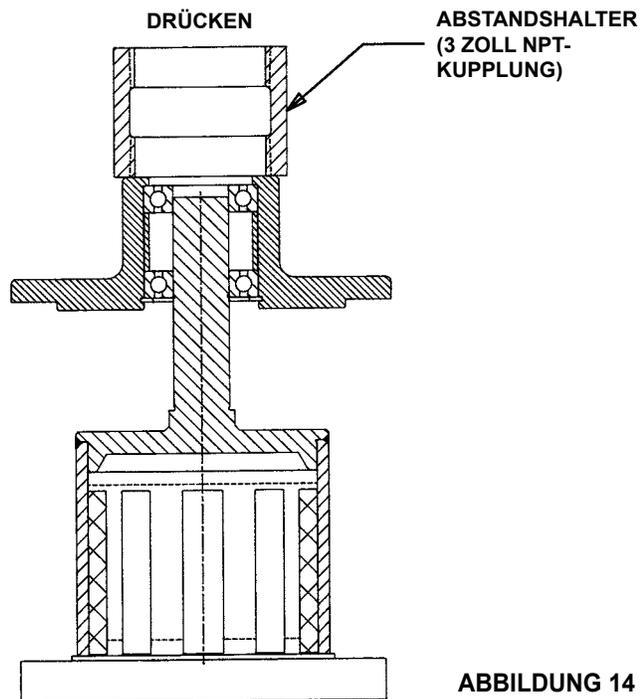

ABBILDUNG 14
- Setzen Sie ein Lager (1) in die Gehäusebohrung. Schlagen oder drücken Sie es vorsichtig hinein. Positionieren Sie den Abstandshalter in der Bohrung und setzen Sie das zweite Lager ein. Pressen Sie das Lager herunter, bis es aufsitzt. Setzen Sie dann den internen Haltering ein.
- Schieben Sie die Welle der äußeren Magneteinheit in das Lager, bis diese auf Widerstand trifft. Stellen Sie die Einheit senkrecht in die Presse (siehe **Abbildung 14**), setzen Sie einen Abstandshalter, wie z. B. eine 3 Zoll NPT-Kupplung, auf des Ende des Gehäuses, und üben Sie Druck aus, bis das Lager auf der Schulter der Welle aufsitzt. Setzen Sie den externen Haltering auf die Welle der äußeren Magneteinheit.